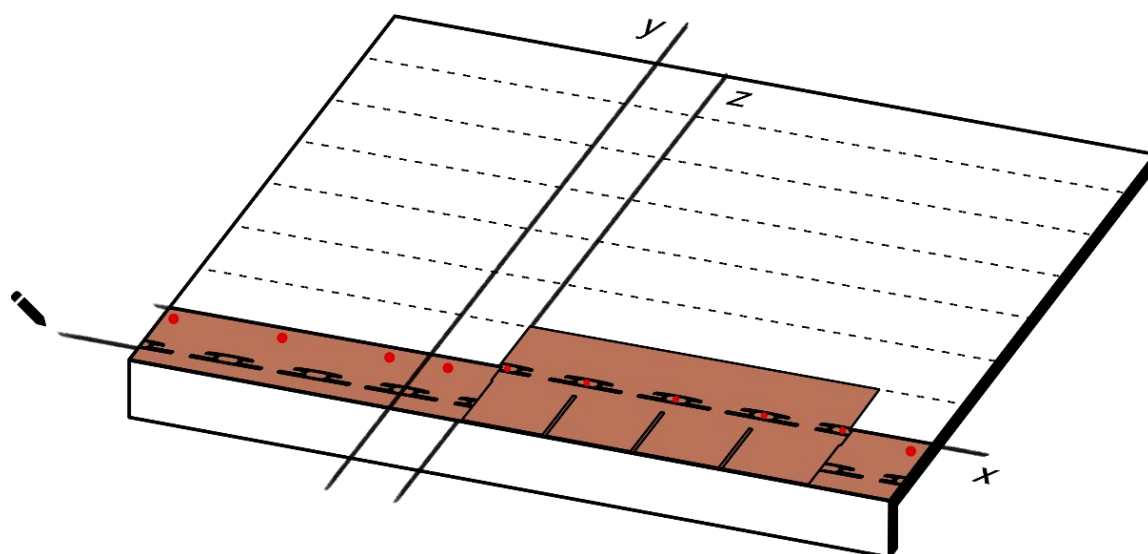
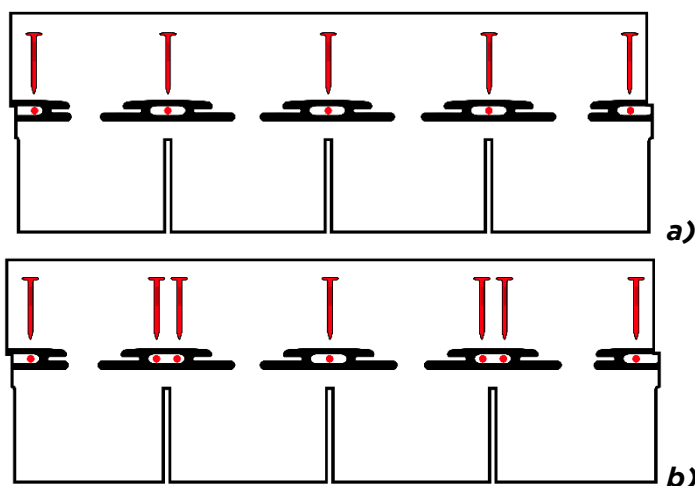

Fig. 7 - Posa delle tegole
Fig. 8 - Chiodatura tegole a) pendenze <60°; b) pendenze >60°
- Applicare in corrispondenza della linea di gronda, sopra alla membrana/sottotegola, un cordolo di adesivo bituminoso Bitustick - Fig. 7;
- Procedere con la posa della prima fila di tegole: allineare il bordo laterale della prima tegola sulla verticale **z** e il bordo superiore sull'orizzontale distante 14,5 cm da **x** - Fig. 7. Chiodare la tegola al sottofondo posizionando 5 chiodi per tegola, al centro delle pastiglie, come da Fig. 8 a). Nel caso di pendenze di falda tra 60°- 85°, posizionare 2 chiodi aggiuntivi vicino al secondo e al quarto chiodo, per un totale di 7 chiodi per tegola, come da Fig. 8 b). Procedere con la posa di tutte le tegole della fila.